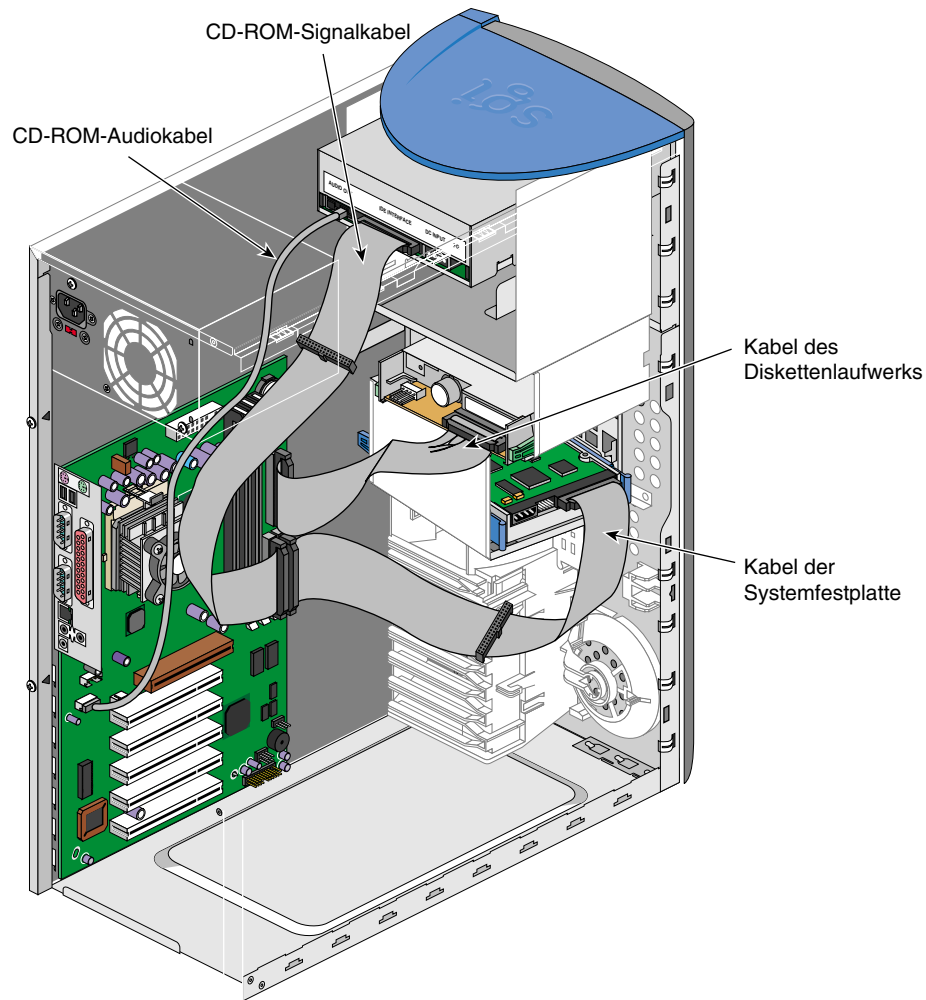

Abbildung 2-25 Lage der Systemplattenanschlüsse
6. Verbinden Sie alle Systemplatinenkabel mit den entsprechenden Anschlüssen. Die Lage der Systemplatinenanschlüsse geht aus Abbildung 2-25 und Abbildung 3-1 auf Seite 61 hervor.